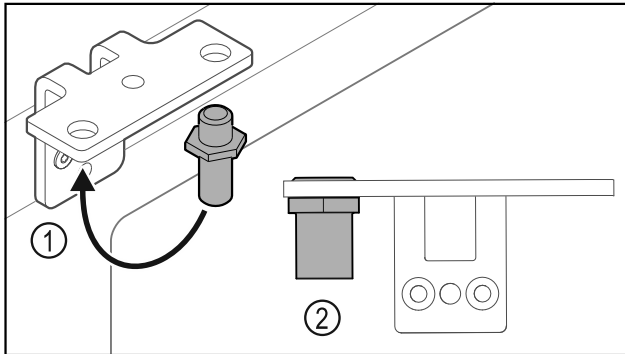

Fig. 38
- ▶ 调换合页角铁中的螺栓 Fig. 38 (1)。
- ▶ 用 12 Nm 的扭矩拧紧螺栓 Fig. 38 (2)。